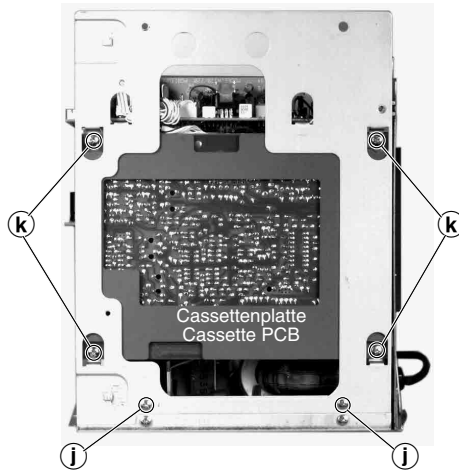

Fig. 7
- 2 Schrauben ② herausdrehen (Fig. 7).
- Zum Ausbau der Cassettenplatte 4 Schrauben ③ (Fig. 7) herausdrehen und die Platte nach vorne herausziehen.
- Undo 2 screws ② (Fig. 7).
- For taking out the cassette PCB, undo 4 screws ③ (Fig. 7) and remove the board towards the front.